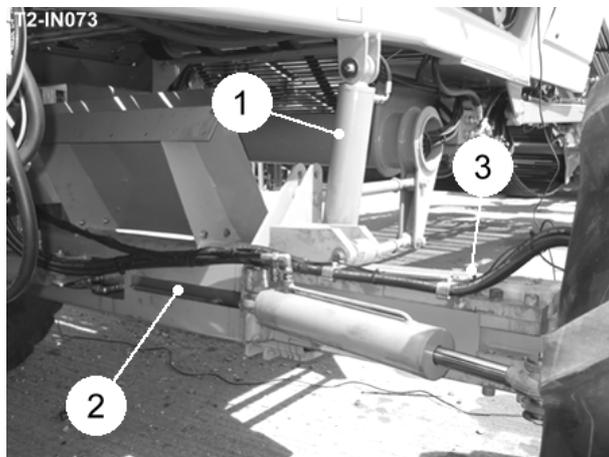

Fig 20
El eje trasero está equipado con las ruedas y humo inmediato vinculados con los chasis por un pivote y una ariete de nivelación conducibles hidráulico (item 1, fig 20). La rueda de RH es cambiada de lugar de la posición de transporte a la posición de trabajo por el ariete de agrupación según rendimiento (item 2, fig 20) dentro del haz de eje.
Prevenir la corrosión y reducir la rozadura, el haz de eje de RH (item 3, fig 20) debe ser lubricado con regularidad usando aceite de cera.